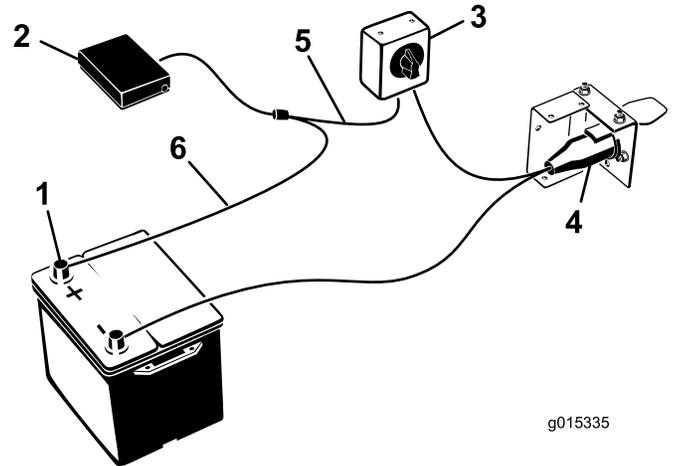

图 11
7. 按照下面的指示，将线束安装到组件(图11)：
8. 用两 (2) 个螺钉和 Tinnerman 卡式螺母将装载控制器安装到装载控制器支架。